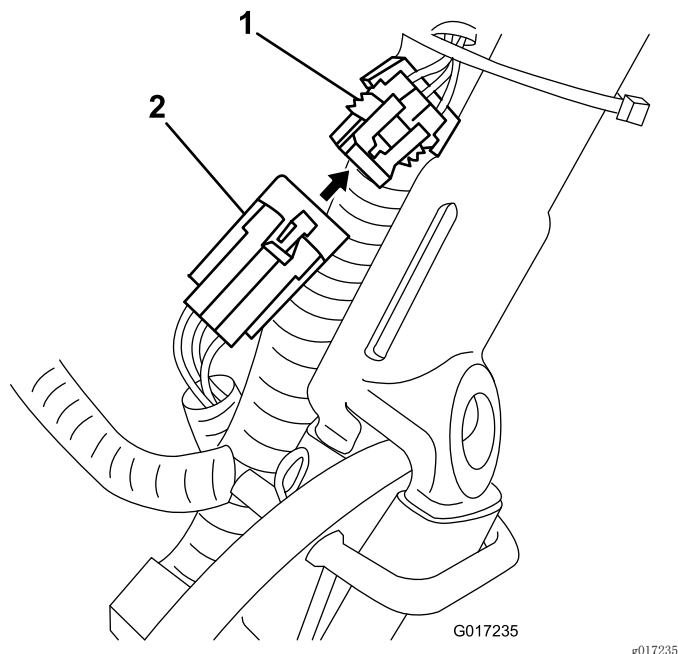

图14
3. 从主线束断开电池组小接头到机器线束的连接（图14）。
14. 将电池组到机器的线束布到机器左侧主线束的下后方，将线束上的小型 6 针接头连接到 图14 所示主线束上的匹配接头上。